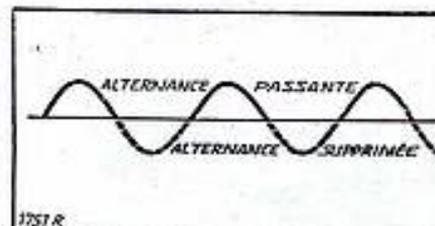

FIG. 4.
- 1° Ne redresser qu'une alternance, l'autre étant purement et simplement arrêtée (figure 4) ou